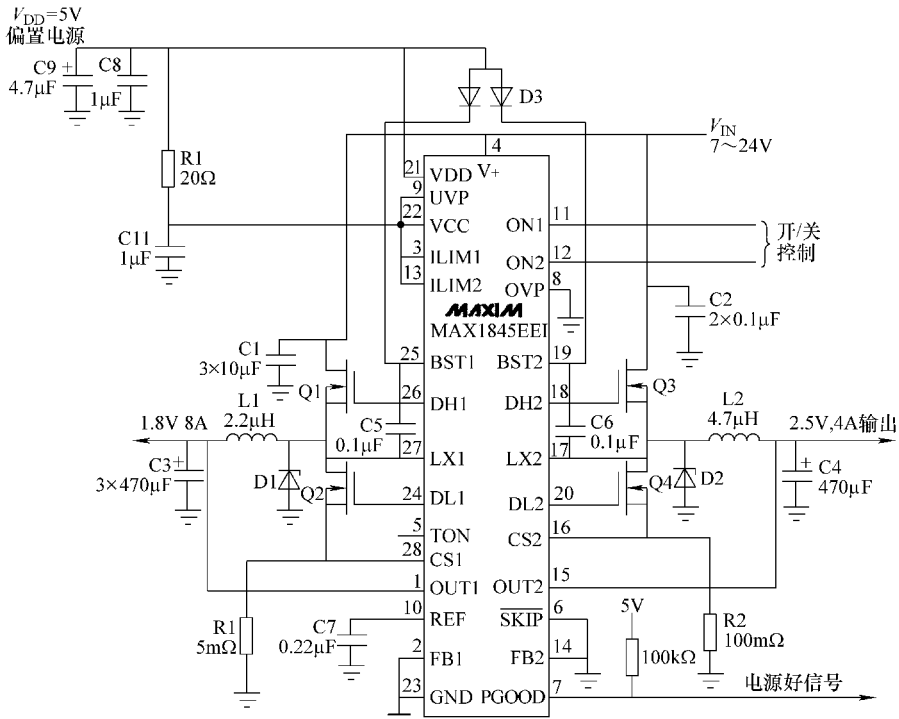

图 5-6 由 MAX1845 组成的内存供电代表电路
6. 由 MAX1845 组成的内存供电代表电路 (见图 5-6)